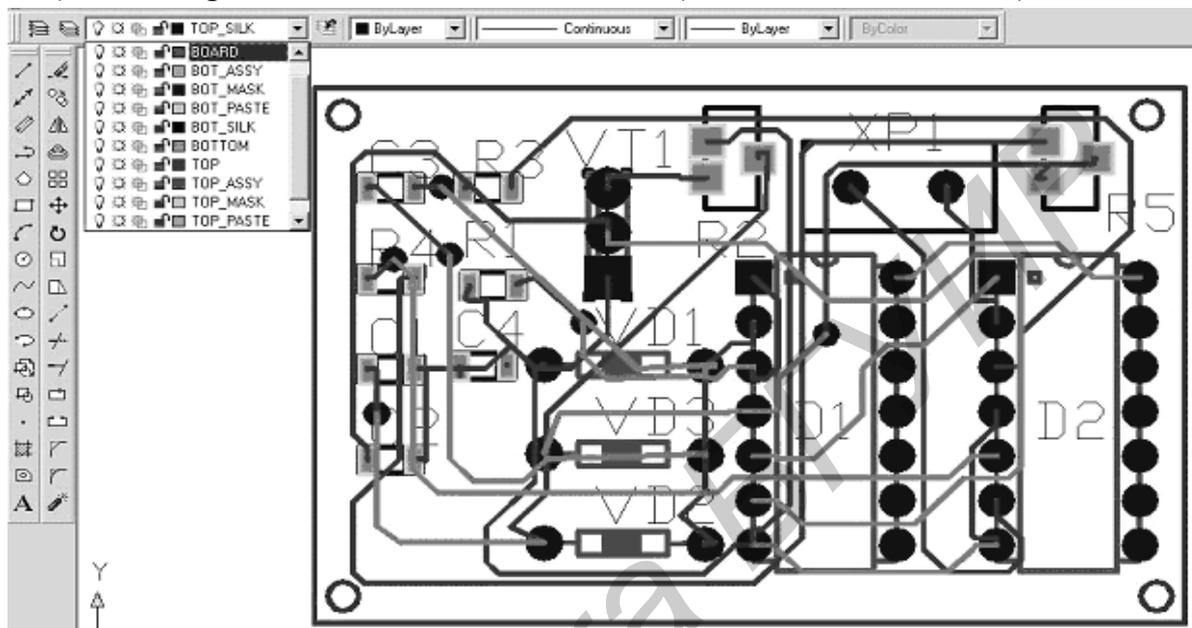

Рис. 27. Экран AutoCAD с загруженным файлом платы в формате *.dxf
2.1. Открыть в AutoCAD сохраненный файл формата *.dxf (рис. 27).